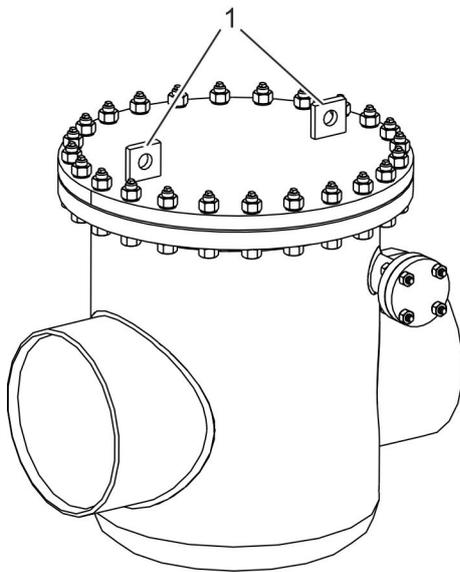

Abb. 11: Angeschweißte Anschlagpunkte
1. ➤ Anschlagpunkte (Abb. 11/1) mit geeigneten Anschlagmitteln am Hebezeug befestigen.